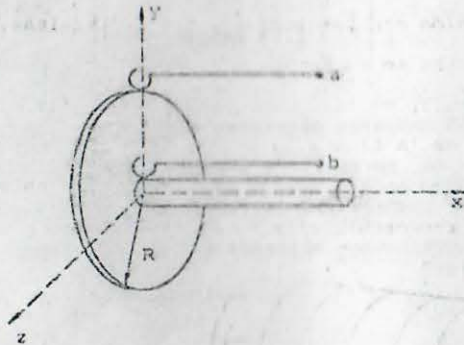

FIGURA P6.8
6.8 Se dispone de un disco metálico de radio  $R = 20$  cm montado sobre un eje, como se muestra en la figura P6.8. Además se cuenta con un dispositivo capaz de producir una inducción magnética uniforme de  $B = 0.1$  T en toda el área del disco. Si se desea obtener una fuerza electromotriz inducida de 12 V ( $V_{ab} = 12$  V) en las terminales de las escobillas, determine: